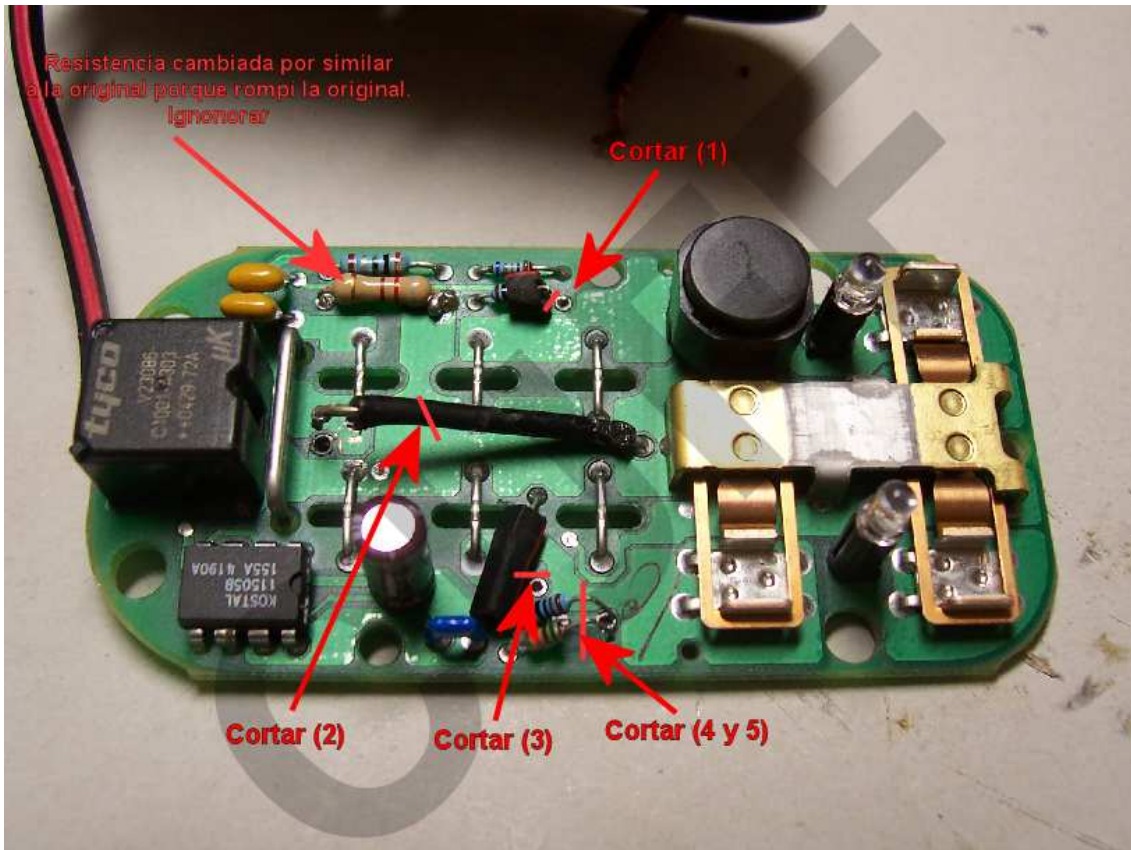

Imagen 13
Ahora hay que hacer las correspondientes modificaciones para anular la bajada automática del cristal ya que dicha función será hecha por el módulo bitrón, pero hay que mantener la iluminación en los LEDs. Debemos cortar/desoldar los 5 puntos indicados en la *imagen 13*. El punto 2 cuesta mucho desoldar, ya que es una pieza metálica maciza, la cual disipa mucho calor, así que para aplicar el suficiente calor para derretir el estaño sería necesario un soldador muy potente, por eso recomiendo cortar dicho puente metálico. En la foto se puede ver que las resistencias que yo desoldé, protegí el extremo metálico con un plástico, para que no hicieran contacto con nada (se aprecia en las resistencias (1) y (3)):